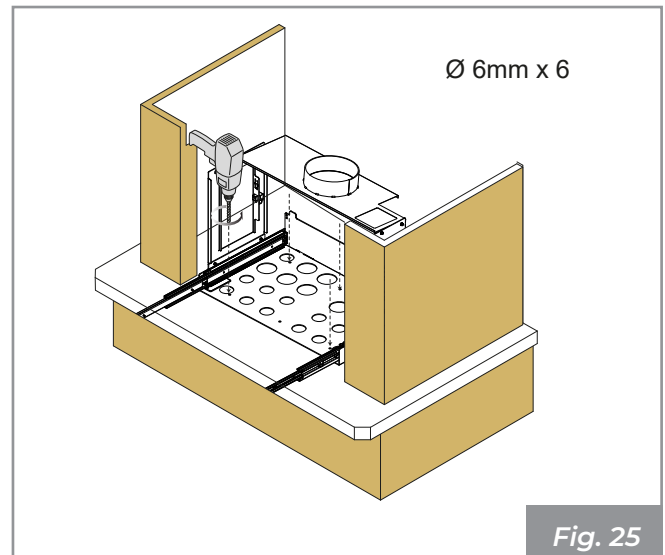

Fig. 25
- Poser la base sur le plan de la cheminée (1), tracer et effectuer 4 trous de  $\varnothing 6$  pour la fixation (2) - utiliser la base comme gabarit - puis percer avec un foret de 6 mm (**Fig. 25**)